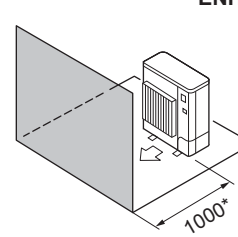

Fig. 2-5
- ④ Hindringer kun foran (fig. 2-5)